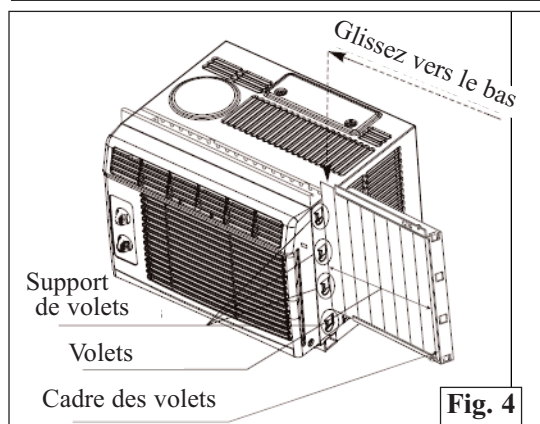

Fig. 4
- Étendez les volets et glissez-le dans les support de volets sur le canal latéral du climatiseur comme montré dans Fig. 4.